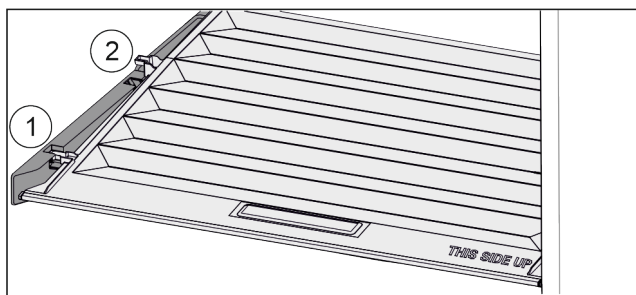

Fig. 58
- ▶ Tërhiqni përpara kapakun deri te vrima në pjesët mbajtëse Fig. 58 (1).
- ▶ Prapa, ngrijeni nga poshtë dhe hiqeni duke e ngritur lart Fig. 58 (2).